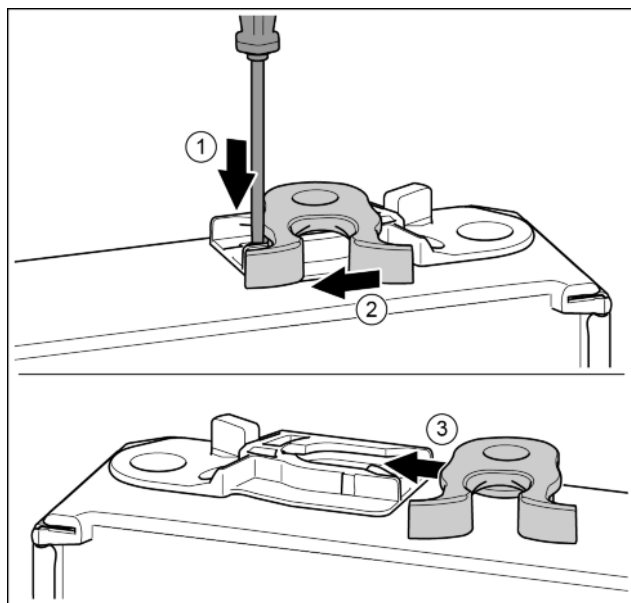

Fig. 15
- Plochým šroubovákem přitlačte lamelu dolů. Fig. 15 (1)
- Vytáhněte petlici z vedení. Fig. 15 (2)
- Petlici zasuňte do vedení na druhé straně. Fig. 15 (3)